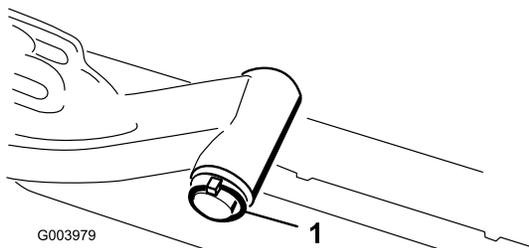

Рисунок 11
- А. Снимите шплинт и шайбу крепления оси поворота подъемного рычага к подъемному рычагу и сдвиньте ось поворота с подъемного рычага (Рисунок 11).
- С. Вставьте вал подъемного рычага в подъемный рычаг и зафиксируйте шайбой и шплинтом (Рисунок 11).